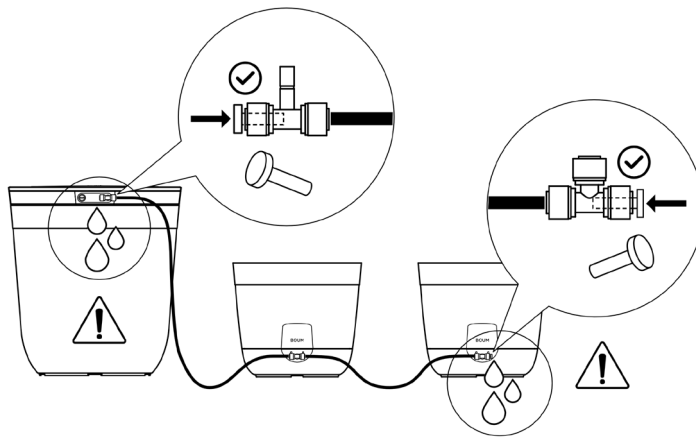

Abbildung 10
1. Entrollen Sie den schwarzen Schlauch, der mit jedem Boum Pflanzgefäß geliefert wird, und schneiden Sie diesen mit dem Boum Quick-Connect Tool auf die gewünschte Länge (Abstand zwischen Boum Steuerung und dem ersten Boum Pflanzgefäß) zu. Stecken Sie das Female-Female-Male T-Stück in in die dafür vorgesehenen Öffnungen der Steuerung. Stecken Sie das Endstück in eines der Löcher des T-Stücks und verbinden Sie das andere Loch mit dem schwarzen Schlauch mit dem ersten Topf und weiteren Töpfen über T-Stücke in Serie. Dadurch können Sie das Boum System mit bis zu 12 Töpfen erweitern. Wichtig: **Verschliessen Sie das freie Loch am letzten Topf mit einem Endstück (siehe Abb. 10). Stellen Sie sicher, dass sämtliche Quick-Connect Öffnungen geschlossen oder verbunden sind, damit beim Pumpen kein Wasser austritt.**